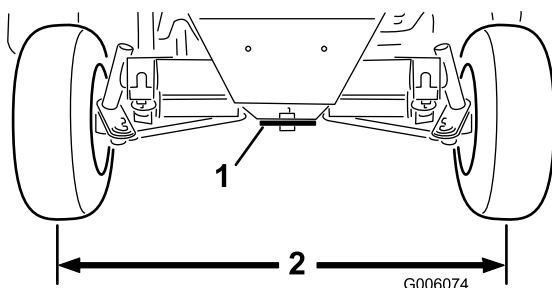

Figura 58
2. Afloje las contratuercas de ambas bielas. Ajuste las bielas hasta que la distancia de centro a centro entre las ruedas traseras, por delante y por detrás, sea la misma (Figura 58).